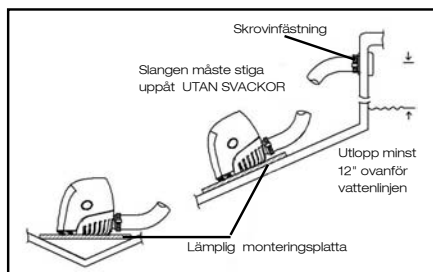

Fig. 1
- Placera pumpen i den lägsta åtkomliga delen av kölen. I segelbåtar ska den placeras över kölen.(Fig 1).
VARNING: Borra inte igenom skrovet. Se innan borming till att den monterade pumpen kommer att sitta rätt, med pump-munstycket pekande mot skrovgenomföringen. (se fig 1).
- Sök efter luftläs. Se till att utloppsslangen går uppåt till skrovgenomföringen utan några svackor (se fig 1).